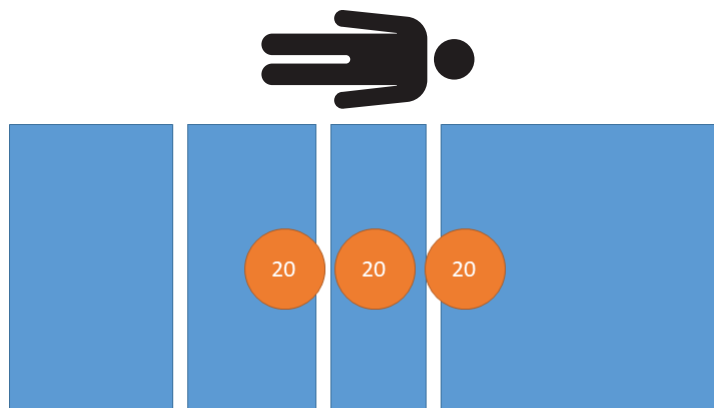

図 19 – 重量性能試験 - 60 kg
2. 較正済み分銅を使用して、60 kgを製品に載せます (図 19)。
10. 較正済み分銅を使用して、60 kgを製品に載せます (図 19)。